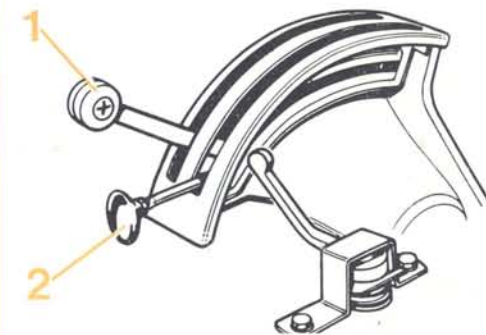
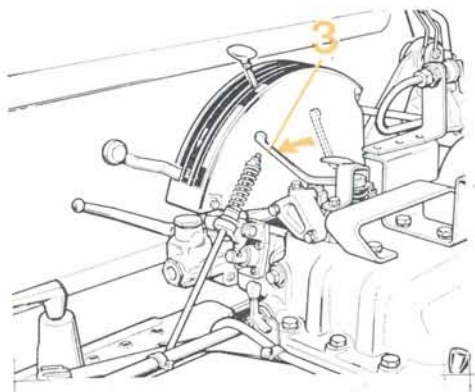

FIG. 25
FIG. 27
— **POSITION 2** : vers un vérin simple effet branché sur la prise de pression (4). La commande de vérin s'effectue par l'intermédiaire du levier de contrôle de position (1 fig. 25) après avoir mis la manette de sensibilité (3 fig. 27) complètement en arrière.